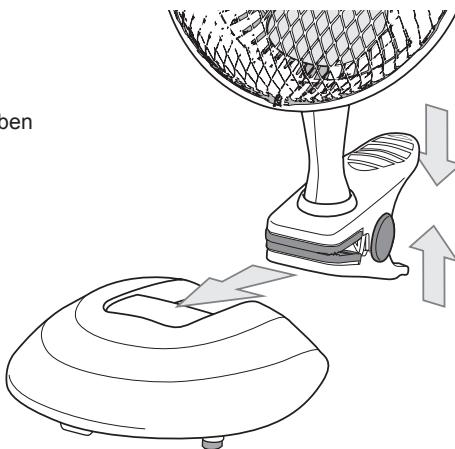

Abbildung 3
1. Drücken Sie die Enden des Clips zusammen (siehe Abbildung 3).
-  Stecken Sie den Clip in den Fuß (7) um Sie haben einen Standventilator